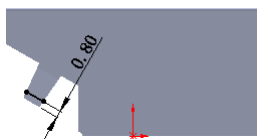
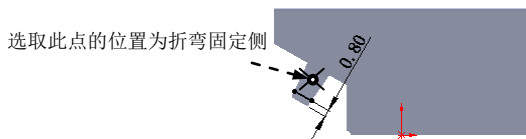

图 6.14 绘制的折弯线
图 6.15 固定侧的位置
② 定义折弯线草图。在草图环境中绘制图 6.14 所示的折弯线。
③ 选择下拉菜单 **插入(I)** → **退出草图** 命令，退出草图环境。此时系统弹出“绘制的折弯”对话框。
(3) 定义折弯固定侧。在图 6.15 所示的位置处单击，确定折弯固定侧。
(4) 定义钣金参数属性。在 **折弯参数(P)** 区域的  文本框中输入折弯角度 90.0，在 **折弯位置:** 区域中单击“折弯中心线”按钮 。
(5) 单击  按钮，完成绘制的折弯 2 的创建。